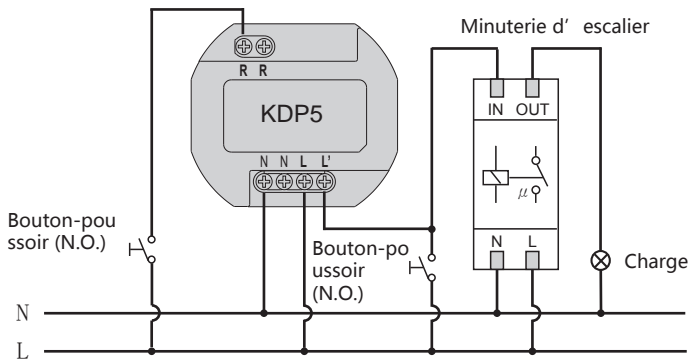
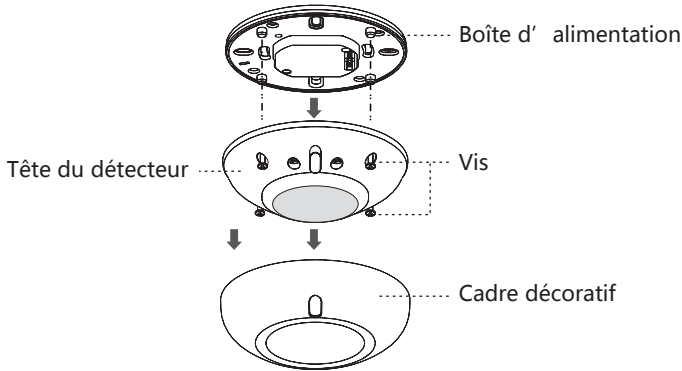

FIG.8
FIG.9
Commutateur de commande de minuterie d' escalier (Le temps doit être défini à $\sqrt{1s}$, voir FIG.8)
- Retirer le cadre décoratif de KDP5, séparer ensuite la tête du détecteur de la boîte d' alimentation pour dévisser les 4pcs de vis (voir la FIG.9).
- Fixer la tête du détecteur sur la boîte d' alimentation en insérant ses quatre vis dans les trous correspondants, couvrir ensuite avec le cadre décoratif (Voir FIG.9).
- Veuillez-vous référer à l' illustration de la FIG.5-FIG8 pour le câblage adéquat, visser ensuite fermement KDP3/5.
- Veuillez-vous référer aux schémas de câblage pour un câblage adéquat (Voir FIG.5 –FIG.8). Il y a un trou carré dans la plaque de fixation. Lorsque vous mettez la plaque de fixation dans la boîte de raccordement, veuillez ajuster la feuilure à la protrusion de la boîte de raccordement (Voir FIG.19). Fixer ensuite la tête du détecteur sur le boîtier d' alimentation tel qu' indiqué dans la FIG.9. Assembler tout le dispositif avec les 4 pcs de vis fournies.